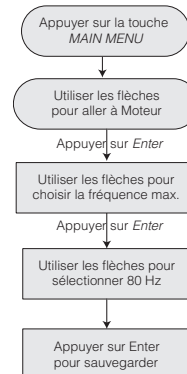

Figure 11 - Sélectionner 80 Hz (pompe submersible triphasée seulement).
B. Suivre la séquence de touches de la Figure 11.
Appuyer sur Main Menu et suivre la séquence de touches de la Figure 11. Ne pas oublier d'appuyer sur ENTER pour enregistrer la Fréquence max. sélectionnée. Le PID utilisera maintenant la nouvelle valeur sélectionnée.